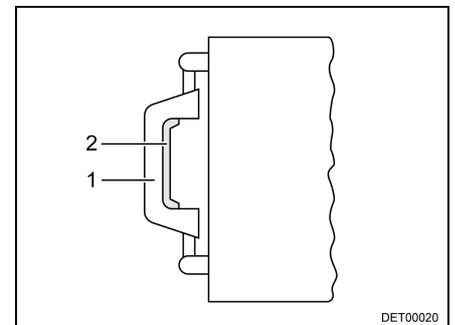

Fig. 20 Lanterneau, poignée
- Appuyer sur le verrou (Fig. 20,2) vers l'intérieur du lanterneau. Pousser le lanterneau simultanément vers le haut par la poignée (Fig. 20,1).
- Tirer fortement le lanterneau vers le bas par les deux poignées (Fig. 20,1) jusqu'à ce que les deux pousoirs s'encliquettent.